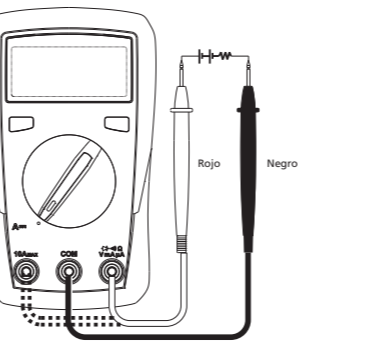

Fig. 2
5. MEDICIÓN DE CD (ver fig. 2)